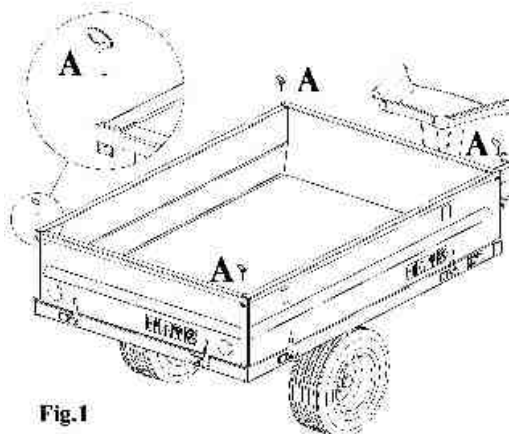

Fig.1
- Pour abaisser la ridelle arrière, déposer les deux goupilles situées aux angles arrière (Rep.A-fig.1), puis amenez la ridelle à la main en position basse.
- Pour abaisser les ridelles latérales, abaisser la ridelle arrière, déposez les goupilles situées aux angles avant (fig.1) puis amenez les ridelles à la main en position basse.